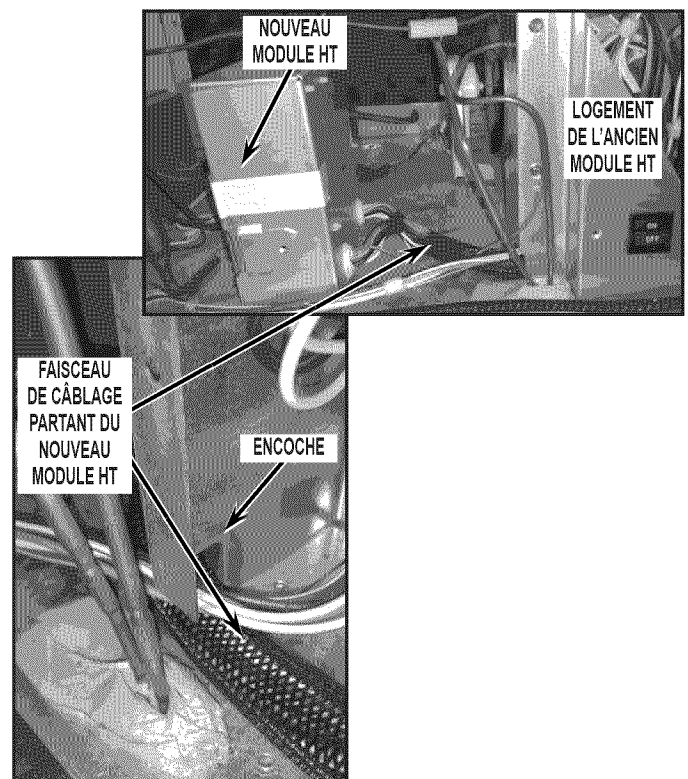

FIGURE 20
25. Placer le nouveau module HT sur la gauche de l'emplacement du logement de l'ancien module HT et acheminer le faisceau de câblage à travers l'encoche, à l'intérieur du logement de l'ancien module HT comme illustré, et effectuer le raccordement de tous les connecteurs retirés de l'ancienne carte HT à l'étape 22. Voir *Figure 20*.